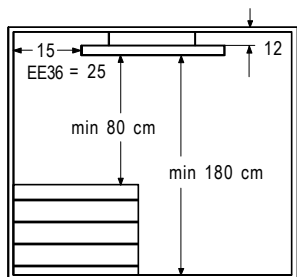
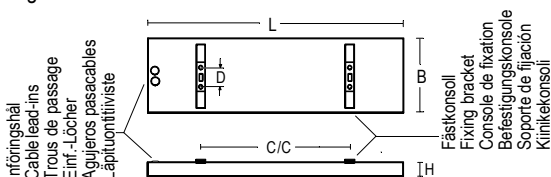
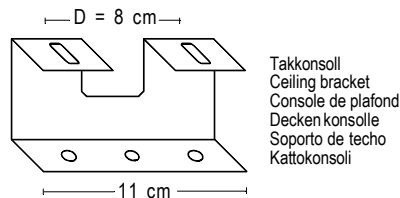
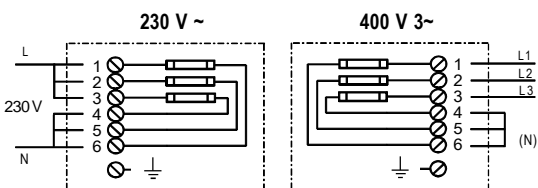

Fig.2
Fig.3
Fig.4
Fig.5
2. 2 separate ceiling brackets are supplied with the Energostrip and should be fitted with C/C distance, see fig. 2 and table. There are 2 holes per ceiling bracket to be fitted on the ceiling, where "D" is the distance in cm between the holes (see fig.3). The fixing bracket is to be hung up and fixed to the ceiling bracket.
4. The supply cable is connected to a 16 mm2 terminal. On the top of the terminal box there are two cable lead-ins (see fig.2) allowing through connection. For wiring through the cable lead-ins use a wiring cable with a diameter of 12-19 mm. Cut carefully of a suitable part of the cable lead-ins, so it fits tight around the cable. If the supply cable comes in contact with hot parts in the terminal box, it must be protected.
6. The heater is convertible between 230V 1~ (see Fig.4), 400V 3(N)~ (see Fig.5). Alterations in accordance to the wiring diagram must be carried out by an authorised electrician.
2. 2 équerres permettant la suspension sont fournies avec les éléments chauffants. Elles sont percées de 2 trous d'un entraxe "D" en cm (voir figure 3) pour leur fixation au plafond avec un espacement c/c (voir fig.2).
4. Le câble d'alimentation sera branché sur les bornes de 16 mm2. Sur le dessus du boîtier il y a 2 trous de passage (voir figure 2), qui permettent le branchement par le dessus. Pour assurer la connexion au travers des trous de passage, utilisez un câble de diamètre 12 à 19 mm. La perforation des trous de passage devra être d'une taille adaptée au câble afin que celui-ci soit fermement maintenu. Si le câble d'alimentation peut être en contact avec les parties chaudes du boîtier d'alimentation, il doit obligatoirement être protégé.
6. Le câblage des appareils peut être modifiés entre une alimentation 230 V 1 phase (Voir Fig.4) et 400 V 3 phases (Voir Fig.5). Ces modifications, conformes au schémas de branchement, doivent être faites par un électricien qualifié.
2. Till Energostrip medföljer 2 st lösa takkonsoller, som monteras med C/C avstånd. Se fig. 2 och tabell. Det finns 2 st hål/takkonsoll för fäste i taket, där "D" är avståndet i cm mellan hålen (se fig. 3). Panelens fästkonsoll hängs på takkonsoll och fästes.
4. Anslutningskabel anslutes till plint 16 mm2. På ovansidan av kopplingsboxen finns 2 st införingshål (se fig. 2), vilket möjliggör överkoppling. Använd en kabel med en diameter på 12-19 mm. Skär försiktigt av en lämplig del på införingstätningen, så att den sitter tätt runt kabeln. Om anslutningskabeln vidrör varma delar i koppl. boxen så ska den skyddas.
6. Energostrip EE24 & EE36 är omkopplingsbar mellan 230V 1~ (se fig. 4) och 400V 3N~ (se fig. 5). Bygling av plintar utföres av installatör, beroende på önskad koppling och spänning.
2. EnergoStrip wird mit zwei Deckenhalterungen ausgeliefert, die im Abstand C/C (s. Fig. 2 und Tabelle) an der Decke befestigt werden. Die Halterungen selbst weisen zwei Löcher im Abstand von 8 cm auf (Abstand D. s. Fig. 3). An ihnen können die Befestigungskonsolen des Gehäuses von EnergoStrip aufgehängt und befestigt werden.
4. Die Stromleitung ist bei den Modellen EE24 & EE36 mit einer 16 mm2 Klemme verbunden. An der Oberseite der Anschlussdose befinden sich zwei Aussparungen für die Zuleitungen, sodass eine Brückenschaltung möglich ist (s. Fig. 2). Beim Anschluss benutzen Sie bitte ein Kabel mit 12-19 mm Durchmesser. Um die Kabel in die Anschlussdose einzuführen, schneiden Sie bitte ggf. eine passende Öffnung in die Aussparungen, so dass das Kabel straff sitzt. Anschluss des Gehäuses s. Schema Fig 4. Wenn das Stromzuführungskabel mit heißen Teilen im Klemmenkasten in Berührung kommt, muss es geschützt werden.
6. Der Heizkörper ist umstellbar zwischen 230V 1~ (s. Fig. 4), 400V 3(N)~ (s. Fig. 5). Veränderungen betreffend den Stromkreis müssen von einem Elektriker vorgenommen werden.
2. I EnergoStrip leveres 2 stk. løse opphengsbraketter som monteres med C/C avstand, se fig. 2 og tabell. Det er 2 hull i opphengsbrakettene, der "D" er avstand i cm mellom hullene (se fig. 3). Panelens festebraketter henges på opphengsbrakettene og festes.
4. Tilførselskabelen kobles til plint 16 mm2 På oversiden av koblingsboksen finns 2 stk. innføringshull (se fig. 2). Dette gjør det mulig å viderekoble. Anvend en kabel med diameter 12-19 mm. Tilpass hullåpningen i gjennomføringsnippelen, slik at den sitter tett rundt kabelen. Tilkobling av panelet, se skjema fig. 4. Om tilførselskabelen kommer i kontakt med varme deler i koblingsboksen så skal den beskyttes.
6. EnergoStrip er omkoblingsbar mellom 230V 1~ (s. Fig. 4), 400V 3(N)~ (s. Fig. 5) og 230V 3~ (s. Fig. 6) Overkobling av plinter utføres av installatør, avhengig av ønsket kobling og spenning.
2. Con EnergoStrip se suministran 2 soportes de techo sueltos que se montan a la distancia C/C. Ver fig. 2 y tabla. Hay 3 agujeros en los soportes de techo donde 'D' es la distancia en centímetros entre los agujeros (ver fig. 3). El panel soporte se cuelga del soporte de techo y se fija.
4. El cable de alimentación se conecta a la regleta de 16 mm2. En la parte superior de la caja de conexión hay dos agujeros pasacables (ver fig. 2) que permiten la conexión. Para introducir los terminales de cable de instalación a través de los protectores de caucho en los agujeros pasacables, utilice un punzon 12 a 19 mm de diámetro para perforar cuidadosamente los protectores de modo que los cables queden firmemente sujetos por los protectores. Para conectar el panel ver diagrama en fig. 4.
6. El pteo de regletas de conexión ha de ser realizado por electricista, dependiendo del tipo, ver fig. 4 & 5.